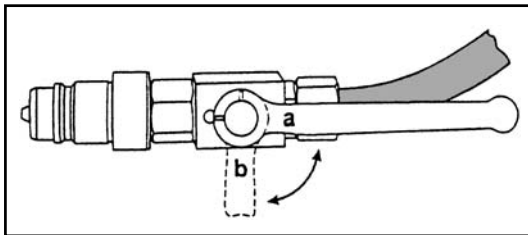

Bild 3-13
- Kugelhahn schließen (Bild 3-13)